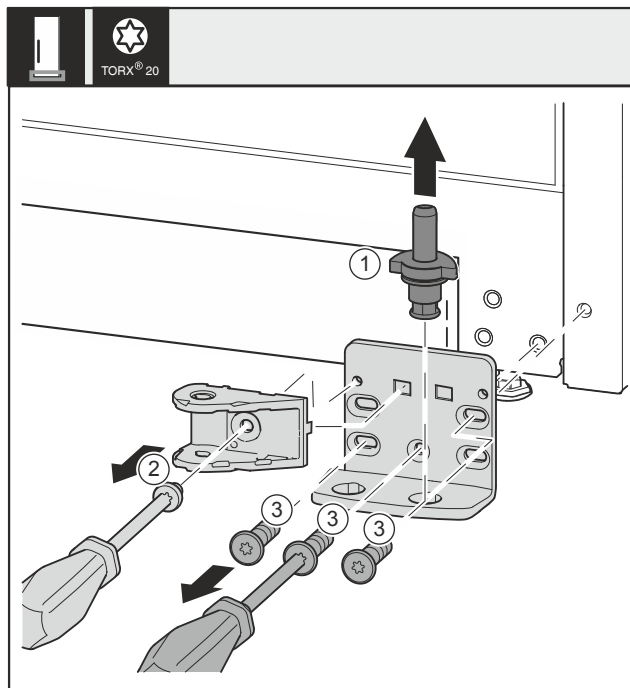

Fig. 36
- Estrarre completamente verso l'alto i perni di supporto Fig. 36 (1).
- Svitare la vite con un cacciavite Fig. 36 (2) e rimuovere il collegamento dell'ammortizzatore di chiusura.
- Svitare le viti Fig. 36 (3) con un cacciavite e rimuovere il blocco di supporto.